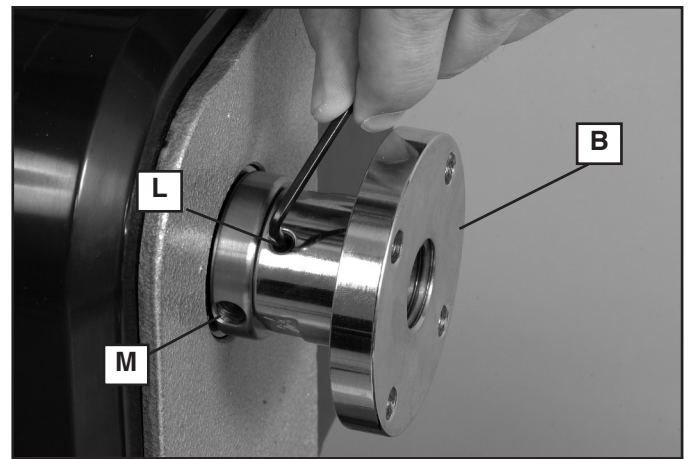
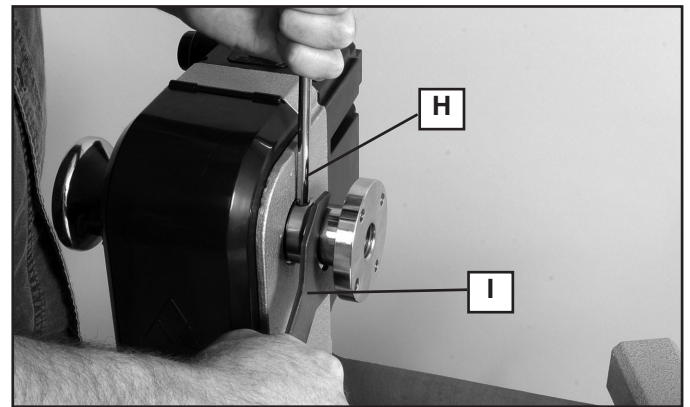
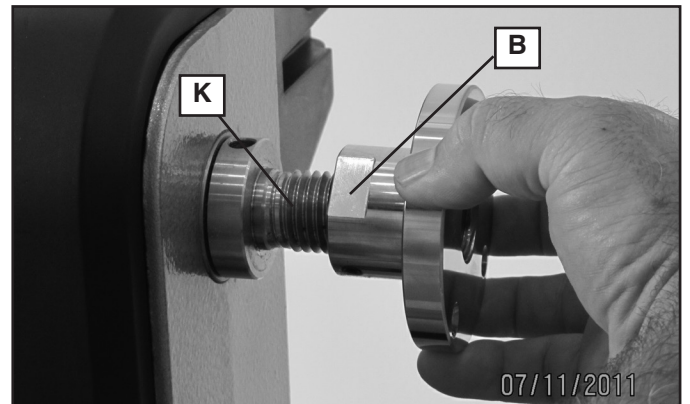

Fig. 2
Fig. 3
Fig. 4
- Lors de l'utilisation de la plaque de montage de 76 mm (3 po) comprise (B), fig. 2, ne pas fixer de pièces de plus de 152 mm (6 po) de diamètre, et de 152 mm (6 po) de longueur. Pour le montage de pièces plus importantes, s'assurer d'utiliser la plaque de montage de la taille appropriée.
**⚠ AVERTISSEMENT :** Pour réduire le risque de blessures, lors de l'utilisation de la plaque de montage de 76 mm (3 po) comprise (B), fig. 2, ne pas fixer de pièces de plus de 152 mm (6 po) de diamètre, et de 152 mm (6 po) de longueur. Pour le montage de pièces plus importantes, s'assurer d'utiliser la plaque de montage de la taille appropriée.
Utiliser la clé hexagonale de 3 mm fournie pour dévisser la vis de calage (L), en tournant au moins deux tours complets, puis retirer la plaque de montage. Insérer la barre d'éjection (H), fig. 3, dans le trou (M), fig. 2, puis la clé de la plaque de montage (I), fig. 3, sur les méplats de celle-ci (comme montré à la fig. 3). Tourner la clé pour desserrer la plaque. Par la suite, il est possible de dévisser la plaque de montage (B), fig. 2.
**⚠ AVERTISSEMENT :** **UNIQUEMENT POUR LE TOUR, MODÈLE 46-460 MIDI-LATHE, DE DELTA :** Pour réduire le risque de blessures, lors de l'utilisation du tour en marche arrière, s'assurer de visser solidement la vis de calage (L), fig. 2, lors du remplacement de la plaque de montage.
Pour fixer de nouveau la plaque de montage (B), fig. 4, la visser sur l'extrémité de l'arbre (K), puis serrer solidement avec la barre d'éjection et la clé comme l'illustre la figure 3. Remettre en position la vis de calage (L), fig. 2, si elle a été retirée. Serrer solidement la vis de calage.